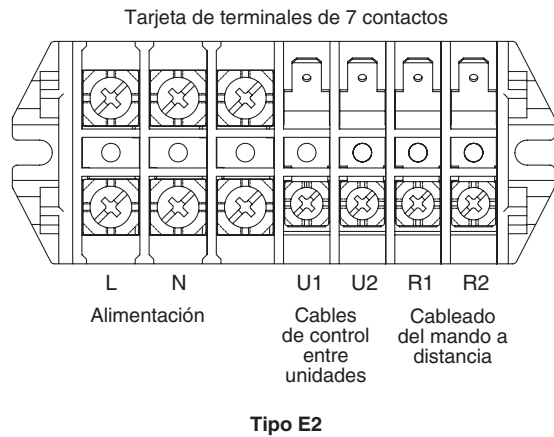

Fig. 4-2
- (1) Consulte la sección "4-2. Longitud y diámetro de cables recomendados para el sistema de alimentación" para la explicación de "B", "C", "D" y "E" en el diagrama anterior.
- (2) El diagrama de conexiones básicas de la unidad interior muestra las tarjetas de terminales, por lo que las tarjetas de terminales de su equipo pueden ser distintas de la ilustrada. (Fig. 4-2)
- (3) Deberá ajustarse la dirección del circuito refrigerante (R.C.) antes de conectar la alimentación.
- (4) Con respecto al ajuste de la dirección R.C., consulte las instrucciones de instalación suministradas con el mando a distancia (opcional). El establecimiento automático de direcciones se puede ejecutar con el mando a distancia de forma automática. Consulte las instrucciones de instalación suministradas con el mando a distancia (opcional).